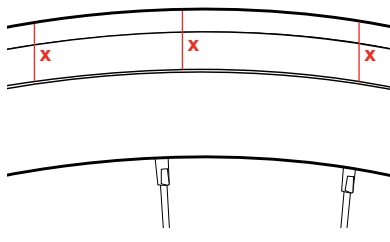

Abb. 27. Korrekt. Darauf achten, dass die eingeformte Linie im Reifen überall den gleichen Abstand zur Felge hat (X-Abstand).
- Überprüfen Sie den korrekten Sitz des Reifenwulstes in der Felge (Abb. 27 und 28). Die meisten Reifen verfügen auf der Reifenflanke in der Nähe des Reifenwulsts über eine eingeformte Linie. Der Abstand zwischen dieser eingeformten Linie und der Oberkante der Felge muss im gesamten Verlauf der Felge gleichmäßig sein. Ist dies nicht der Fall, die Luft aus dem Reifen ablassen und die Schritte 7 und 8 wiederholen.
- Überprüfen Sie erneut den korrekten Sitz des Reifenwulstes (Abb. 27 und 28).